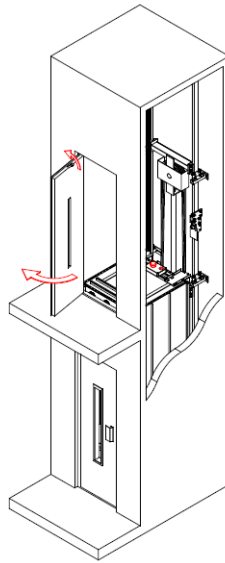

Fig. 2
- 2) Abrir la puerta de rellano de la última planta servida con la llave de puertas. (Fig. 2)
- 3) Levantar el amortiguador situado en la parte superior de la puerta para evitar que esta se cierre por completo (Fig. 2). En caso de puertas automáticas, bloquear las hojas de la puerta mediante un tope en la pisadera o en las ruedas del operador.